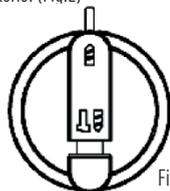

Fig.2
- Para taladrar acero, madera y plástico, elija la posición de taladrado giratorio. (Fig.2)